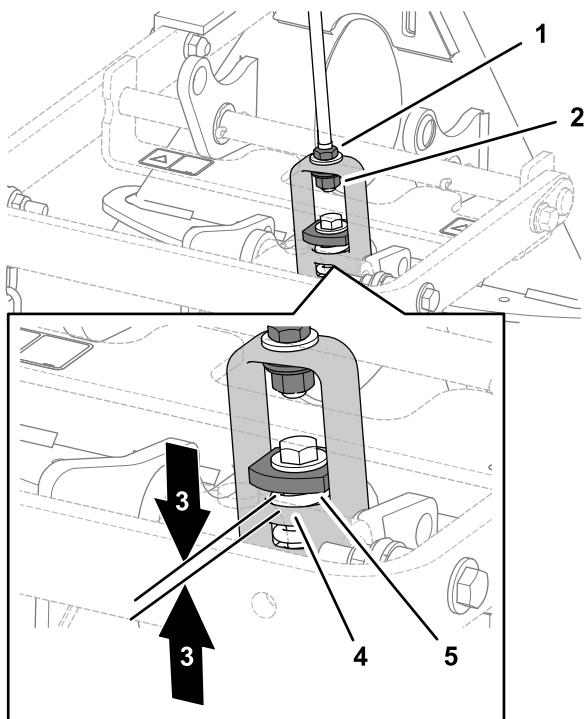

Рисунок 11
9. Когда грабли установлены и закреплены на тяговом блоке, измерьте зазор между верхней шайбой и проставкой в узле тяги на переходнике навесного оборудования, как показано на Рисунок 11.